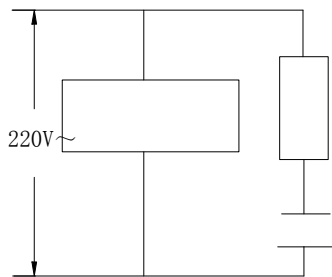

图 1-3
- 3、抑制干扰：在交流线圈两端并联RC 回路（如图1-3），RC 回路安装时要尽可能靠近感性负载；在直流线圈的两端反向并连续流二极管（如图1-4）；在交流电机的绕组端并接浪涌